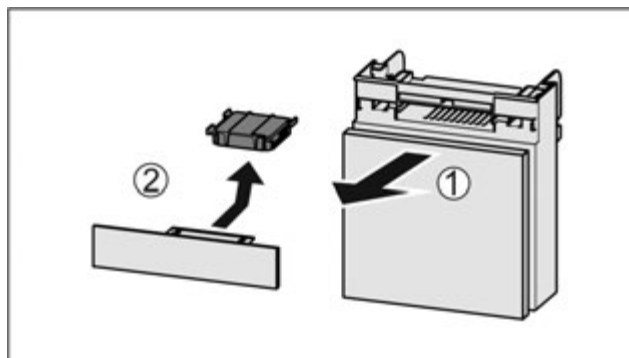

Fig. 159
- Потягніть Fig. 159 (1) відділення вперед.
- Витягнути Fig. 159 (2) фільтр з активованого вугілля.